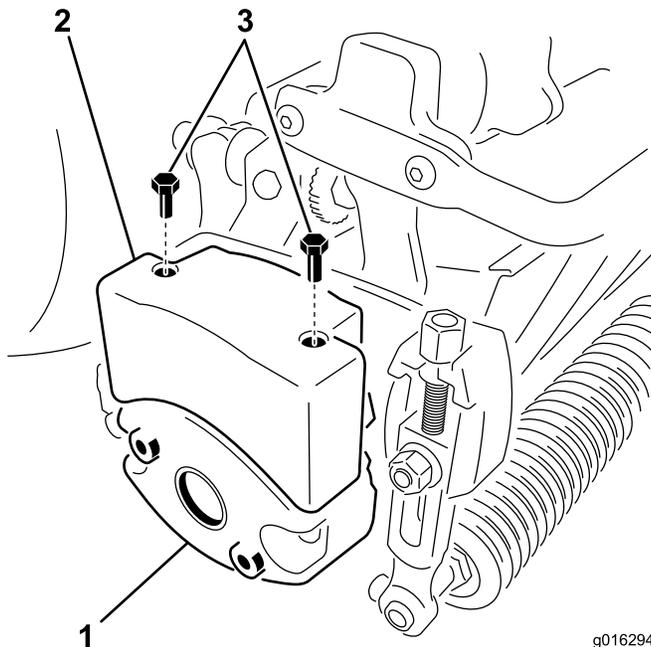

Рисунок 11
4. Отверните два болта крепления груза в боковой части режущего блока (Рисунок 11).
6. Установите верхний груз на груз режущего блока, используя 2 винта с шестигранными головками (Рисунок 11).